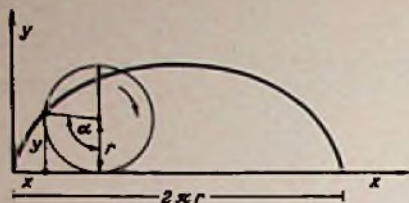

Bild 1. Die Zyklolde
4. Zu Abschnitt D, Zyklolde (Bild 1)